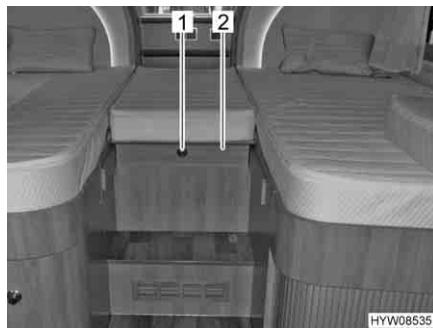

Fig. 82 Letti singoli in coda
- Premere il bottone automatico (Fig. 82,1) e aprire il diaframma (Fig. 82,2).